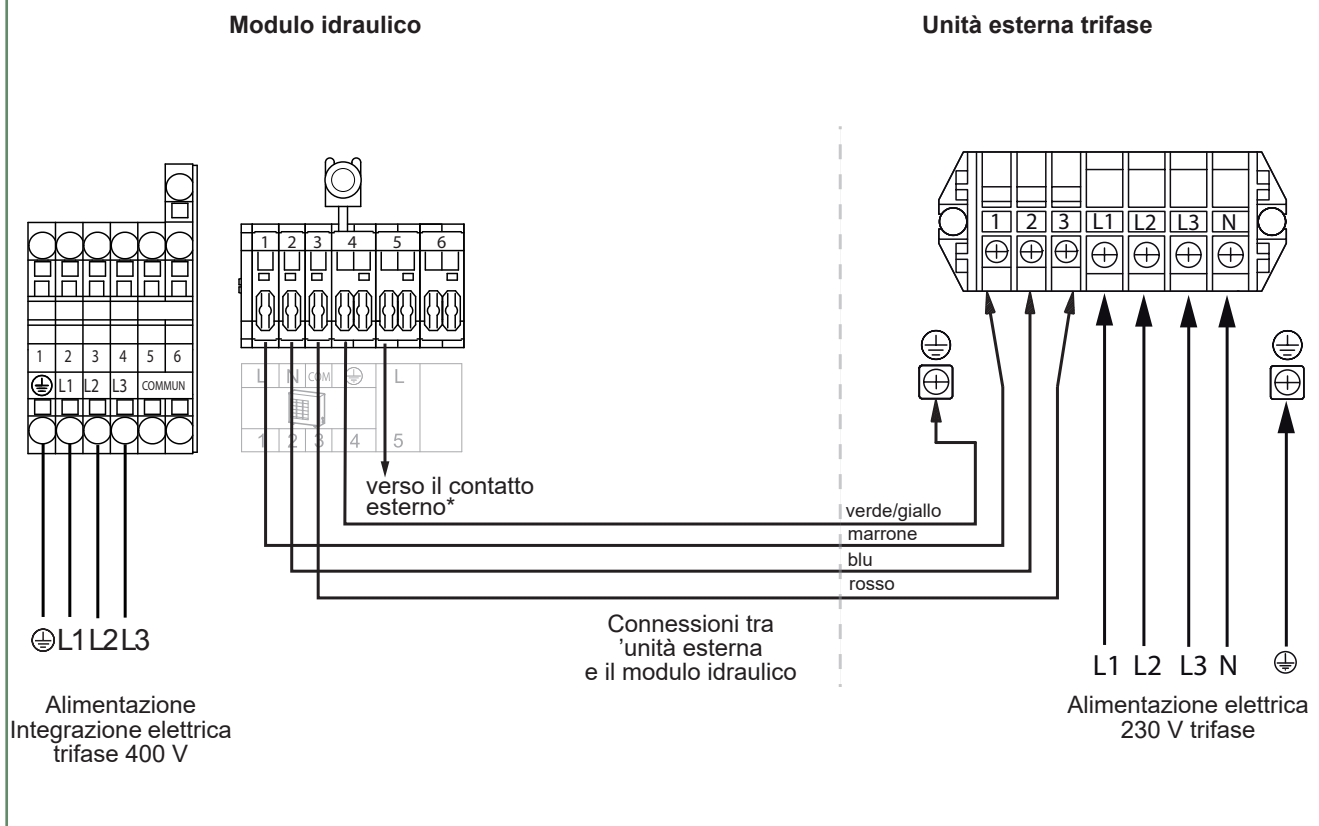

fig. 37 - Collegamento ai morsetti e relè di potenza
- Effettuare i collegamenti come indicato negli schemi seguenti *fig. 37, pagina 39*.
- Effettuare i collegamenti come indicato negli schemi seguenti fig. 37, pagina 39.
- Effettuare i collegamenti come indicato nello schema *fig. 37*.